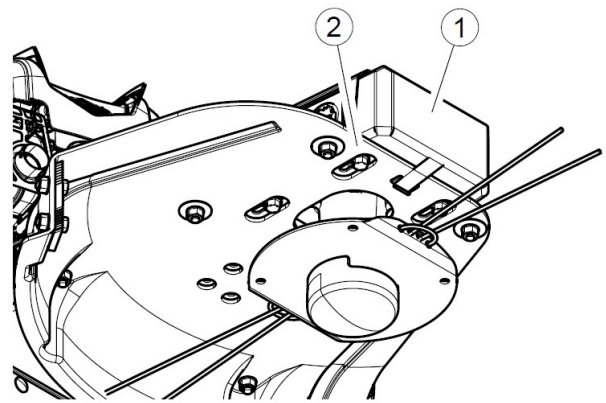

Рис. 10
2. Снимите переднюю крышку 1 (Рис. 10).
3. Открутите четыре болта 2, крепящие ступицу косильной головки к нижней раме газонокосилки (Рис. 10). Это позволит ступице с передним шкивом ремня свободно перемещаться.
8. Для натяжения ремня переместите ступицу косильной головки вперед. Затяните четыре болта 2 (Рис. 10).
9. Установите крышку 1 (Рис. 10).